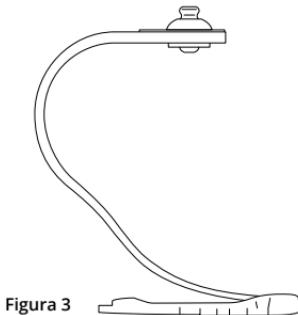

Figura 3
2. Inserte rápidamente los dedos de la pala Obsidian en los huecos de la suela de goma como se muestra en la Figura 3. Ningún adhesivo debería haber entrado en contacto con la pala Obsidian en este punto.